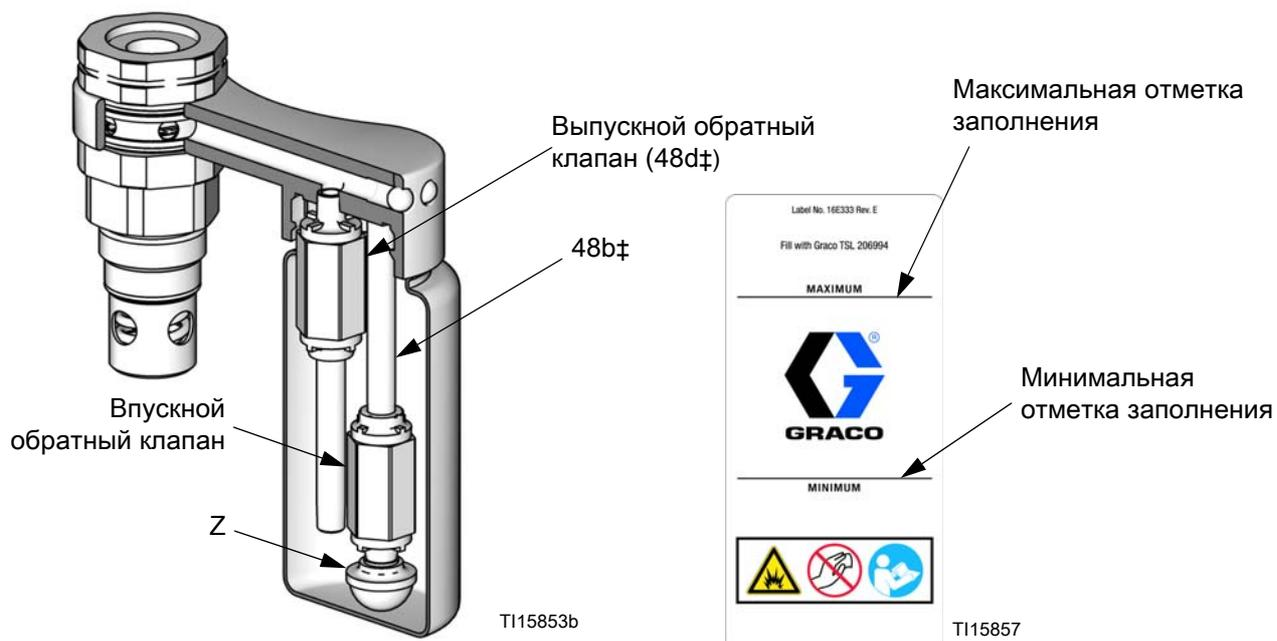

Рис. 1. Вид в разрезе резервуара для уплотнительной жидкости горловины (TSL) и отметки заполнения
3. Очистите экран (Z) впускного обратного клапана (48с†). Если обратные клапаны не закрываются герметично и загрязненная уплотнительная жидкость горловины (TSL) попадает в смачиваемую чашку, замените обратные клапаны (48с, 48d). См. Рис. 1.
ПРИМЕЧАНИЕ. Для того чтобы заменить обратные клапаны в емкости с уплотнительной жидкостью горловины (TSL), закажите комплект для ремонта обратных клапанов 24F404. Части комплекта отмечены символом, например (48b†). Для того чтобы заменить только емкость, закажите комплект для замены емкости 24F405. Части комплекта отмечены символом, например (48e*). В состав комплекта входят 5 емкостей и 5 наклеек. См. Рис. 1, Рис. 4 и Рис. 5.